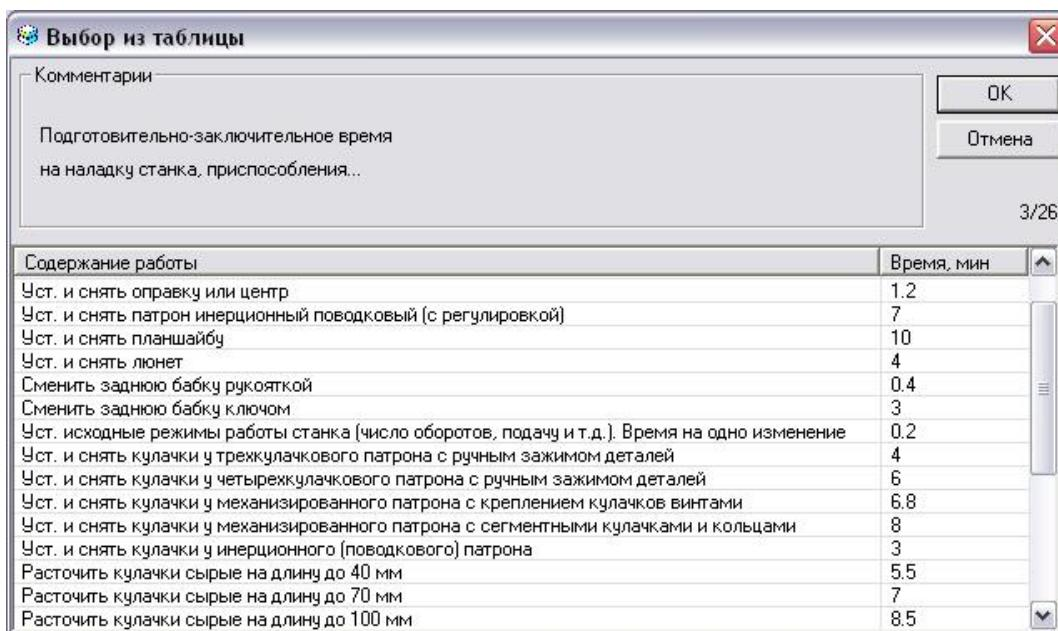

Рисунок 10. Окно «Выбор Тпз на наладку»
2. В меню выбора Тпз на наладку (см. рис. 10) выберете необходимые содержания работ (Тпз на наладку  $T=12.45\text{мин.}$ : *Расточить кулачки каленые на длину до 70 мм Тпз=8.2 мин.; Уст. и снять в инструментальном магазине инструментальный блок или отдельный режущий инструмент. Время на один инструмент (блок) Тпз=0.25 мин.; Уст. и снять кулачки у трехкулачкового патрона с ручным зажимом деталей Тпз=4 мин.*). Нажмите кнопку **OK**.